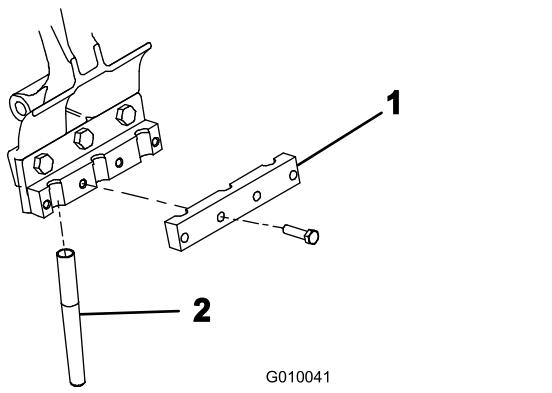

Bild 24
5. Befestigen Sie eine Tines-Klemme mit vier Schrauben ($\frac{3}{8}$ " x $1\frac{1}{2}$ ") lose an jedem Tines-Halter (Bild 24). Ziehen Sie die Bolzen nicht fest.